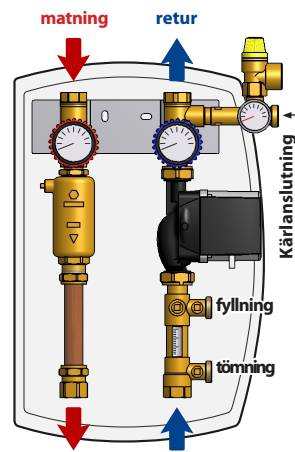

Fig. 2
8. Anslut enligt fig.2. Efter att ha genomfört alla anslutningarna, kontrollera eventuella läckage från anläggningen genom trycktest.